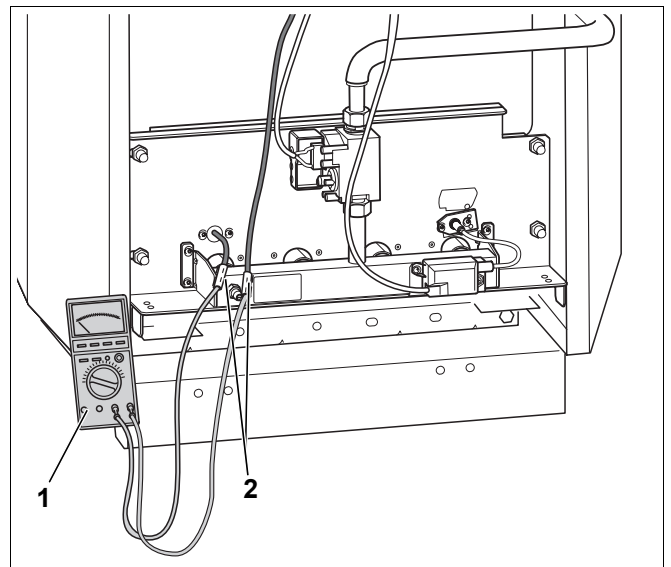

Fig. 30 Măsurarea curentului de ionizare
- Racordarea în serie a aparatului de măsură (Fig. 30, **Poz. 1**) la contactele îmbinării cu fișe a cablurilor de supraveghere (Fig. 30, **Poz. 2**).
- La aparatul de măsurare (Fig. 30, **Poz. 1**) alegeți  $\mu$ A-domeniul de curent alternativ.
- Conectați din nou racordul (Fig. 30, pagina 45, **Poz. 2**) cablului de supraveghere.